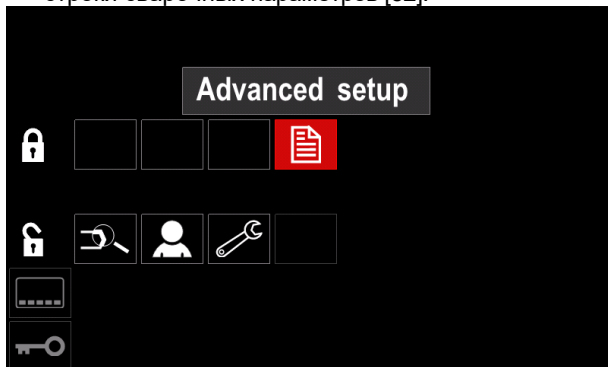

Рисунок 55
- Нажмите правую ручку [44]. Значок выбранного параметра исчезнет из нижней части дисплея (Рисунок 55). Данный параметр также исчезнет из строки сварочных параметров [52].